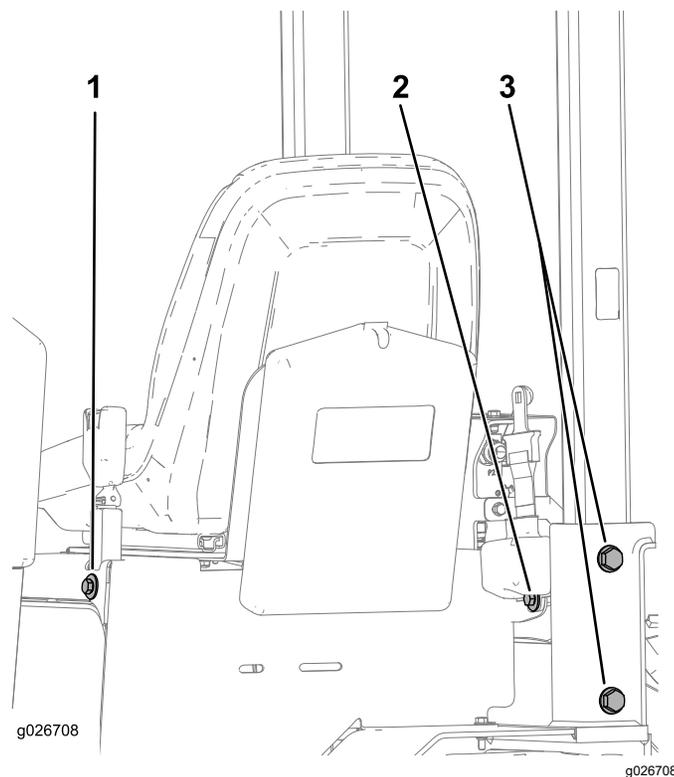

Figure 47
1. Vérifiez que les 4 boulons qui fixent le système ROPS au châssis de la machine sont serrés à un couple de 203 à 223 N·m (150 à 165 pi-lb); voir Figure 47.
2. Vérifiez que les boulons et écrous qui fixent l'enrouleur et la boucle de la ceinture de sécurité au siège sont serrés à un couple de 104 à 115 N·m (77 à 85 pi-lb); voir Figure 47.